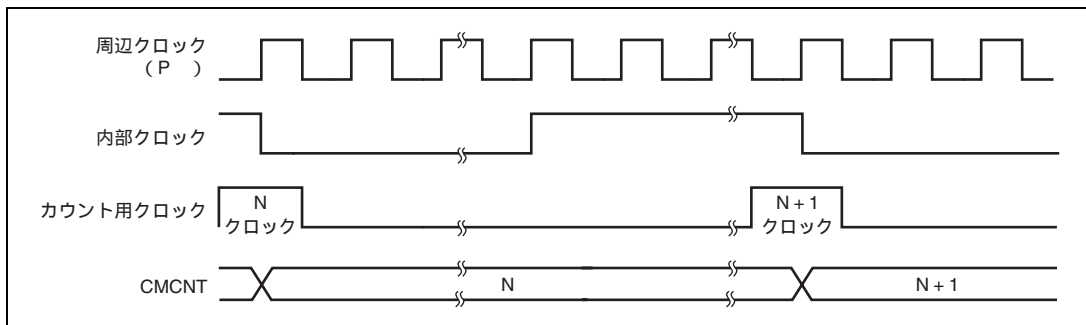

図 13.3 カウントタイミング
周辺クロック (P) を分周して得られた 4 種類のクロック (P /8、P /32、P /128、P /512) のうち 1 つを CMCSR の CKS[1:0]ビットにより選択することができます。図 13.3 にそのタイミングを示します。